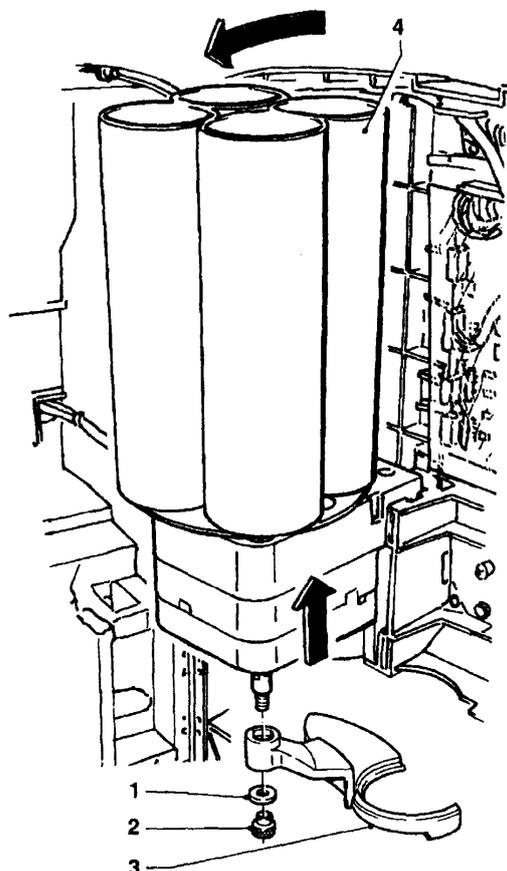

Рис. 3
- слегка приподнимите раздатчик чашек и наклоните его (см. Рис. 3)
Захват чашек необходимо периодически чистить, сняв его с автомата. Чтобы снять его, полностью выверните затянутый болт с насечкой (см. Рис. 3).